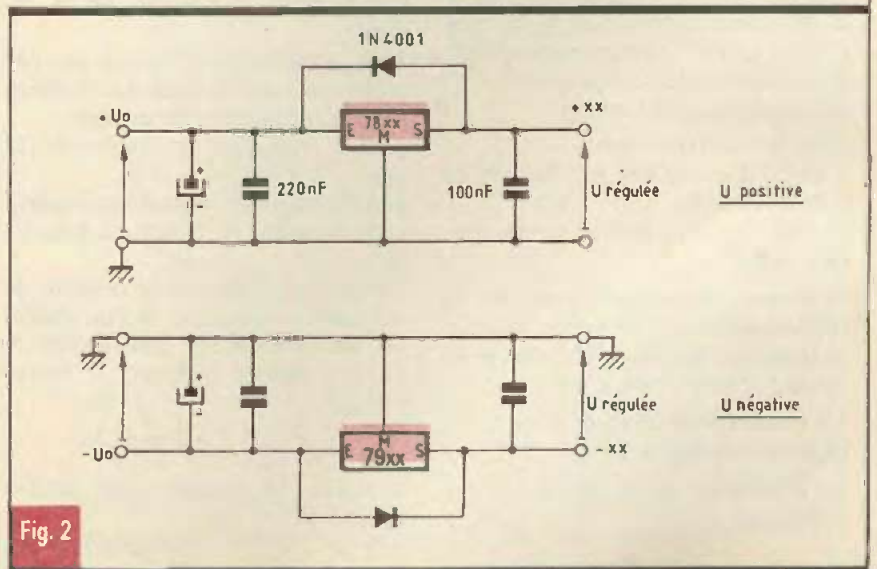
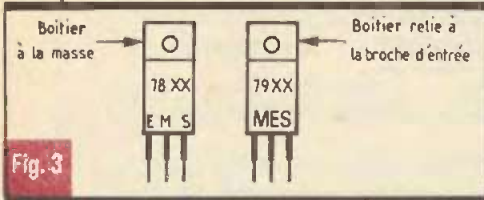

Fig. 2
Fig. 3
b) Le montage en pont de Graetz ou parallèle double (PD2) (fig. 3)
branchement sont donnés en figure 2 et les brochages en figure 3. La diode branchée en parallèle inverse sur les régulateurs permet la décharge des condensateurs à l'arrêt, sans passer par les circuits internes des CI, qui pourraient être endommagés sans cela. Il est à noter qu'il est facilement possible d'obtenir une tension d'alimentation non normalisée, avec un régulateur existant déjà.
## MULTIPLICATEUR DE CAPACITE VARIABLE (fig. 3)